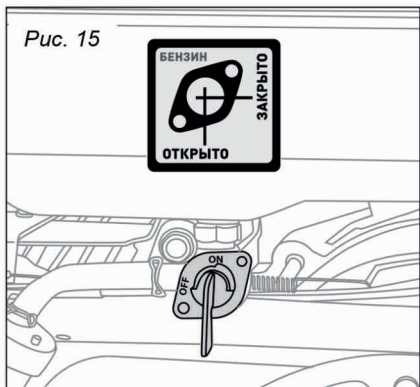

Рис. 15
- Поверните топливный кран в положение «ОТКРЫТО» (рис. 15).